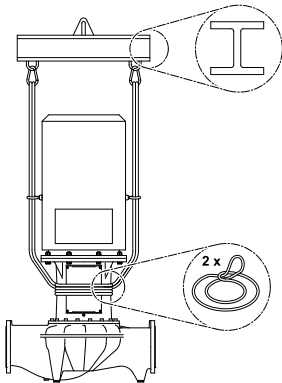

Fig. 32: Розміщення транспортувальних петель (виконання IL)
- Для підймання за допомогою крана насос потрібно обмотати відповідними ремнями, як показано на (Fig. 32/33). Обмотати насос петлями таким чином, щоб вони затягувались під впливом власної ваги насосу.